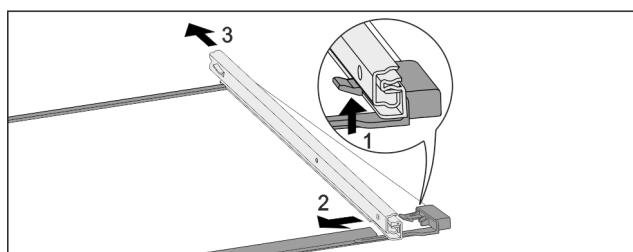

Fig. 58 Стеклянная пластина с направляющими
- Отожмите передний стопорный крючок вверх. Fig. 58 (1)
- Сдвиньте выдвижную направляющую в сторону Fig. 58 (2) и назад Fig. 58 (3).